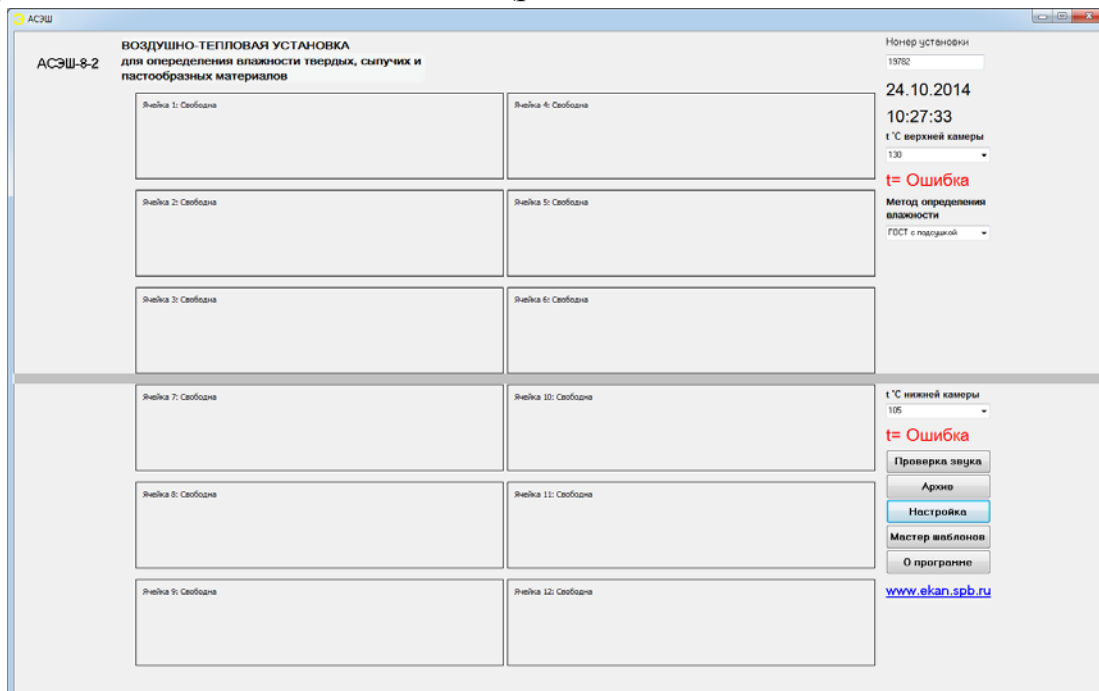

Рис.10
- запустить программу. На экране откроется главная страница программы с отображением текущей температуры сушильной камеры, выделенной красным цветом «t = ОШИБКА» (рис.10)